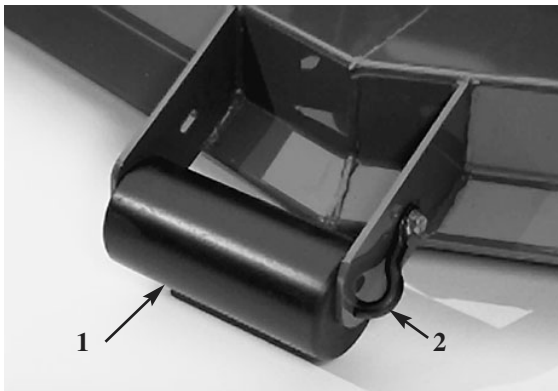

Bild 3
Einstellen der vorderen Walze (Bild 3):
1. Entfernen Sie die Innensechskantschraube und Mutter, mit denen die Walzenwelle am Schneidwerkprofilteil (Bild 3) befestigt wird.